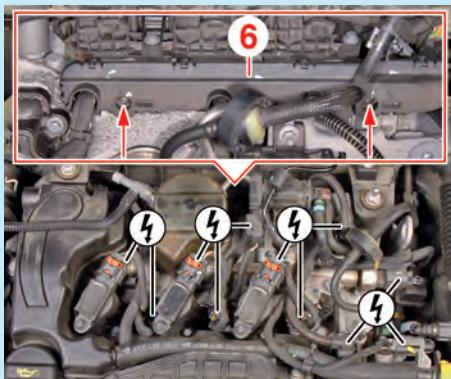

Fig.3
- Ecartez le faisceau électrique (6) (Fig.3).